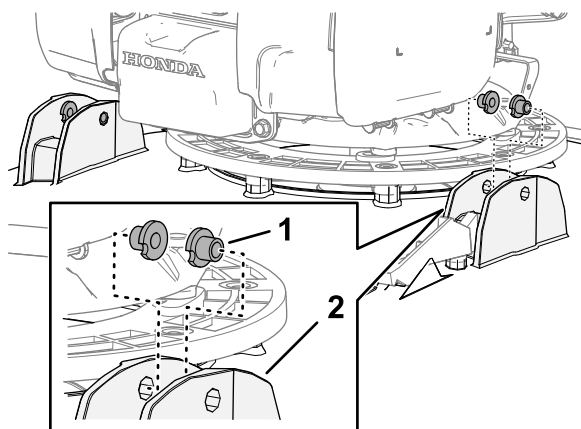

Figura 5
1. Montate 2 bussole a T nelle flange della stegola del piatto di taglio (Figura 5).